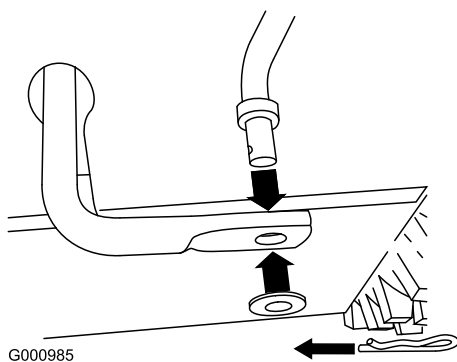

Figura10
1. Îndepărtați știftul în formă de agrafă și șaiba de la capătul inferior al tijei de control viteză și introduceți capătul inferior al tijei în brațul inferior de cuplare, astfel încât capătul îndoit al tijei de control viteză să fie orientat spre spate (Figura10).